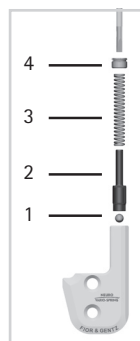

Fig. 6
- 1 Sett sammen funksjonsenheten. Ta hensyn til riktig rekkefølge: kule (1), bolt (2), trykkfjær (3) (fig. 6).
- 2 Skru trykkskruen (4) godt inn. Funksjonsenheten fikses dermed i fjærkanalen til dekkplaten.